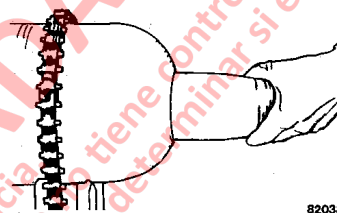

FIGURA 3-18. DESMONTAJE DEL CILINDRO
11. Tome el taco del cilindro y retire de la cubierta. (Consulte la Figura 3-18).